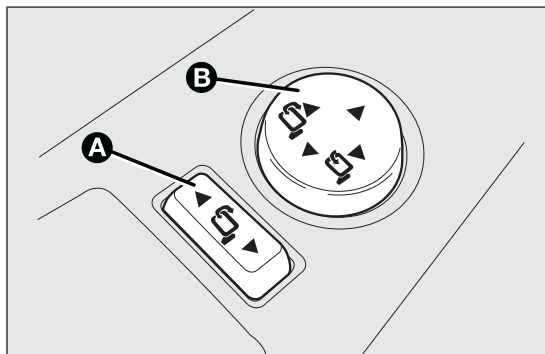

fig. 38
- ☐ posizionare il selettore A fig. 38 nella posizione neutra (nessun specchio selezionato);
- ☐ ripiegare lo specchio, agendo nelle posizioni laterali del joystick B fig. 38;